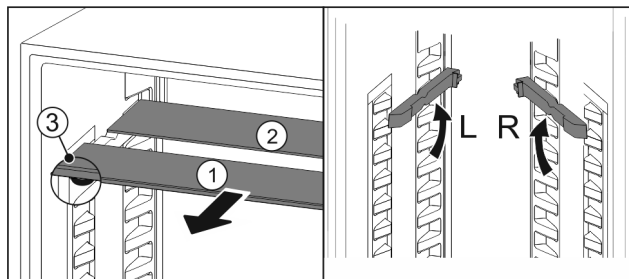

Fig. 163
- Skleněné desky jednotlivě vytáhněte dopředu Fig. 163 (1).
- Skleněná deska Fig. 163 (1) s ozdobnou lištou leží vpředu.
- Zarážky Fig. 163 (3) směřují dolů.